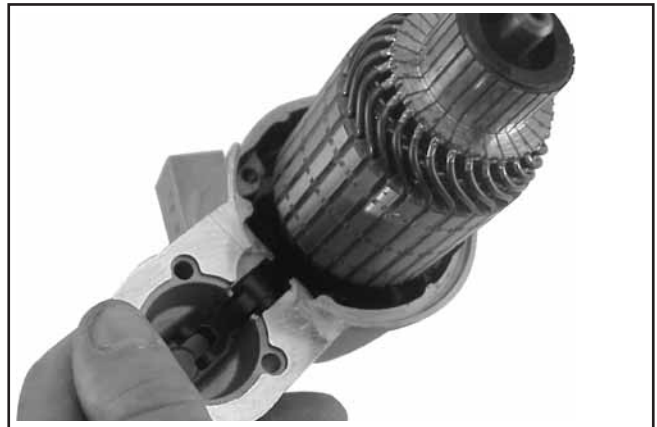

Abbildung 8-47. Anker und Zapfenhebel installieren.
**HINWEIS:** Bei korrekter Installation schließt der Bereich des mittleren Zapfens des Antriebshebels bündig oder unterhalb der bearbeiteten Gehäuseoberfläche ab, die die Stützscheibe aufnimmt. Siehe Abbildung 8-47.